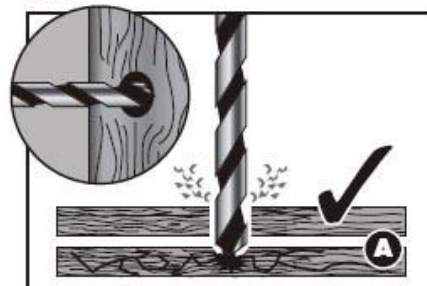

FIG.11
9.9 Wiercenie w drewnie i plastiku – rys. 11